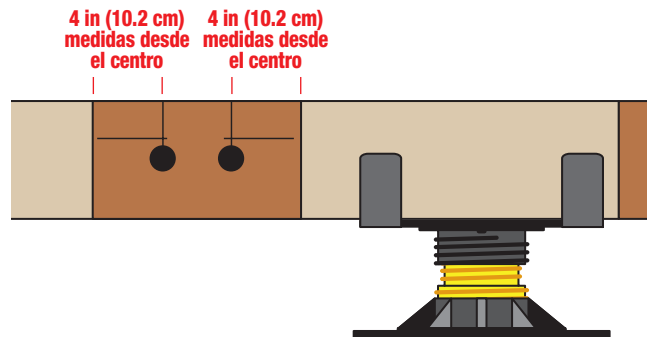

Imagen 50
4. Con una broca de 1/2 pulgada, taladre dos orificios rectos a 4 in (10.2 cm) medidas desde el centro, desde el borde del refuerzo en la profundidad central de la vigueta y el bloque atornillado (**imagen 50**) y repita esto en las cuatro esquinas.